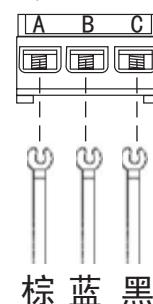

图15
- 将连接电缆如下图将头部弯折，并分别按不同颜色的线牢固的固定到接线盖板相对应的位置，紧固力矩（5kgf. cm）。（如图15）
- 连接电缆连接结束后，必须按图15所示装上接线盖板。
- 然后用手将面框右下角风室下盖板④、⑤处的勾子沿箭头相反方向推紧，装上风室下盖板。